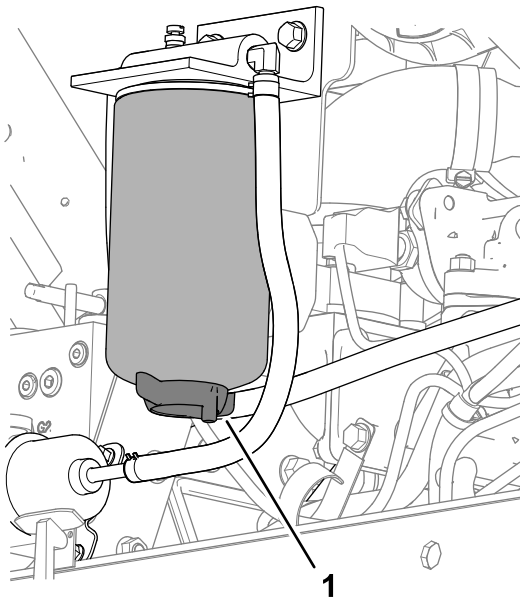

Figure 128
3. Placez un bac de vidange sous le filtre séparateur carburant-eau (Figure 128).